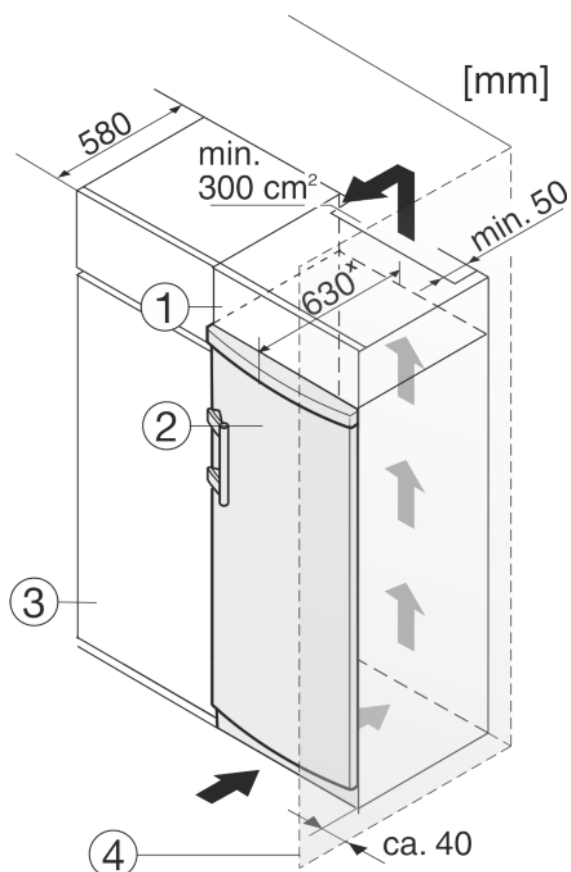

Fig. 9
L'apparecchio può essere incassato nell'arredamento per la cucina. Per adattare l'apparecchio Fig. 9 (2) all'altezza della cucina componibile, è possibile applicare sopra l'apparecchio un adeguato mobile da appoggio Fig. 9 (1).
Si la cocina posee armarios (profundidad máx. 580 mm), el aparato se puede colocar directamente junto al armario de cocina Fig. 9 (3). El aparato sobresa 34 mm\* por los lados y 50 mm\* en el centro del aparato respecto al frente del armario de cocina.
Se l'apparecchio con cerniere viene installato accanto ad una parete Fig. 9 (4), la distanza minima fra l'apparecchio e la parete deve essere almeno di 40 mm, che corrisponde alla sporgenza della maniglia con la porta aperta.